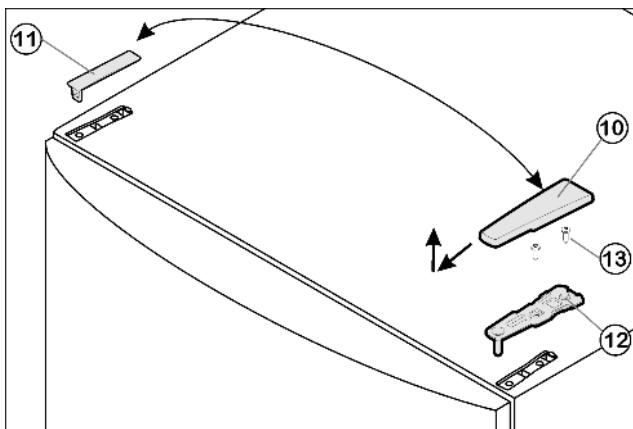

Fig. 4
- Потяните крышку Fig. 4 (10) вперед и вверх.
- Снимите крышку Fig. 4 (11).
- Открутите верхний опорный кронштейн Fig. 4 (12)(2 шт. Торx® 25) Fig. 4 (13) и вытяните вверх.
- ▶ Установите верхний опорный кронштейн Fig. 4 (12) на новой стороне шарнира и защелкните в дверце.
- ▶ Прикрутите верхний опорный кронштейн Fig. 4 (12) (**с моментом 4 Нм**) (2 шт. Torx® 25) Fig. 4 (13). При необходимости проделайте отверстия или используйте аккумуляторную отвертку.
- ▶ Защелкните крышку Fig. 4 (10) и крышку Fig. 4 (11) на противоположной стороне.